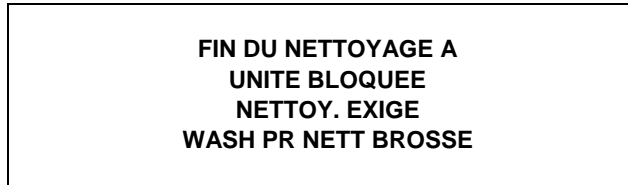

Figure 30
1. Le temporisateur de nettoyage à la brosse s'est arrêté (réglage maximum de 14 jours). (Voir Figure 30)